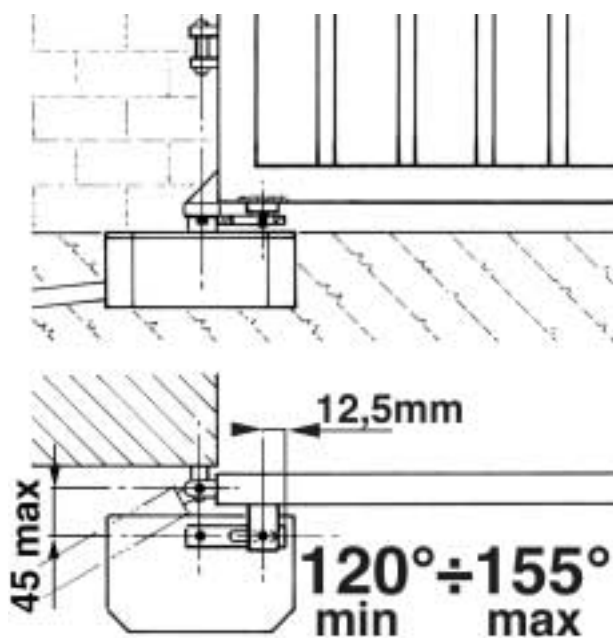

Abb. 9
**MAGIC 180°****FIG.9 - ZUGHEBEL TORÖFFNUNG BIS ZU 155°**
**B** - Mit dem Stift an das Tor schweißen (vgl. Abb. 9).